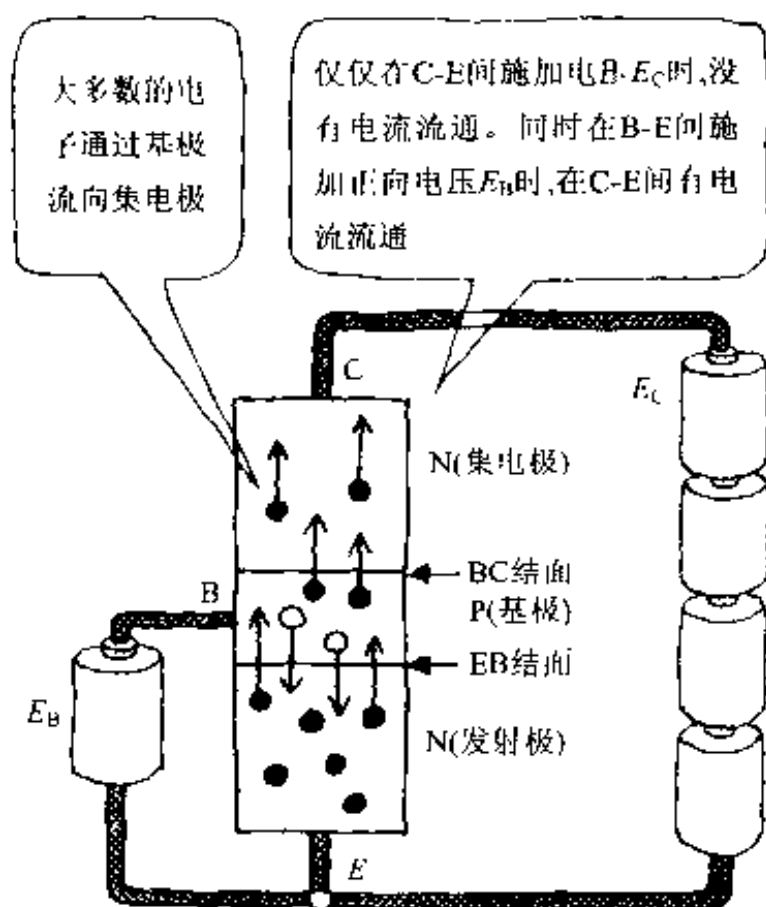

图 11 NPN 型晶体管 and 正向电压
如图 11 所示,在 B、E 间施加正向电压 $E_B(V)$ 时,虽然发射极内的一部分电子与基极的空穴结合,由于基极极薄、又在 BC 结面上施加了更高的“+”电压,因此,发射极内的电子几乎都流进了集电极。由此,可从集电极向发射极流进很大的电流。
1. 晶体管有 NPN 型和 PNP 型两类。复习一下它们各自的图形符号,用图形符号将本文中的图 11 和图 12 画成电路图。